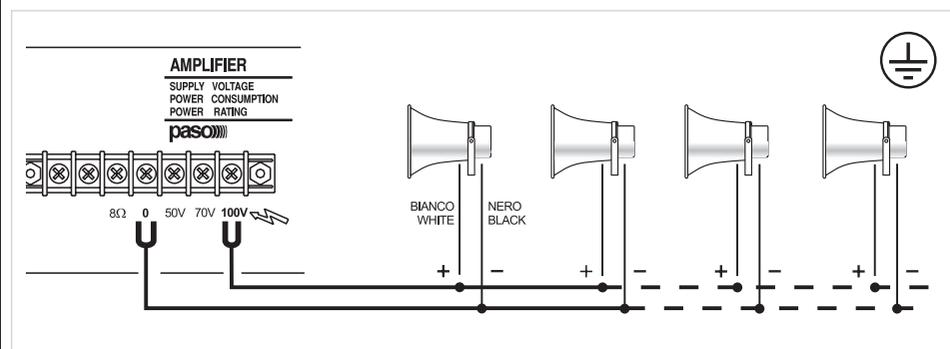

Fig. 1
Tutti i diffusori devono essere collegati in derivazione alla linea a tensione costante (vedi esempio in fig. 1).
All speakers have to be connected to the constant voltage line (see example in Figure 1).
- Collegare le terminazioni del cavo uscente dal diffusore alla linea di distribuzione 100 V (vedi fig. 1).
- Connect the ends of the cable leading out from the horn to the 100 V distribution line (see Figure 1).